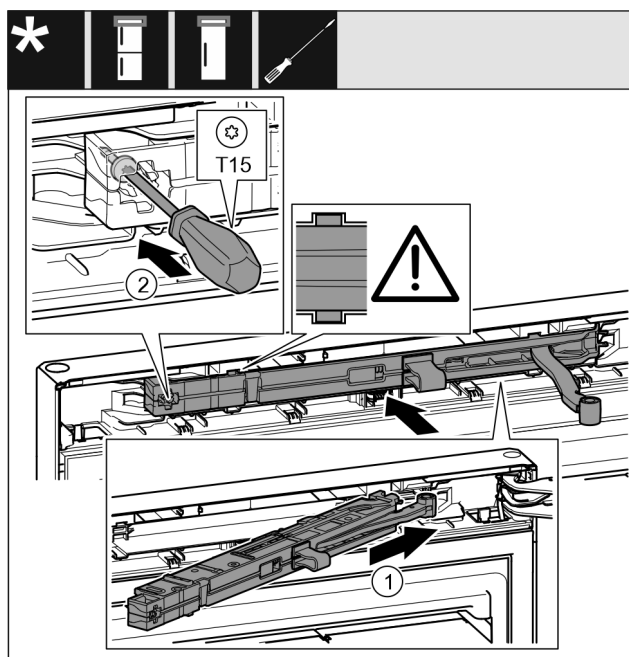

Fig. 49
- ▶ Iebīdiet slīpi durvju amortizatora mezglu gultņa balsta pusē līdz galam padziļinājumā. Fig. 49 (1)
- ▶ Pieskrūvējiet skrūvi ar skrūvgriezi T15. Fig. 49 (2)